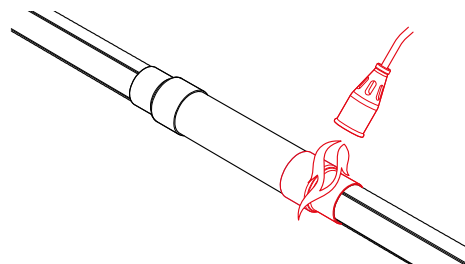

Рис. 4.7.8
- Произвести операции 6 и 7 с рукавом на другом торце муфты (рис. 4.7.8).